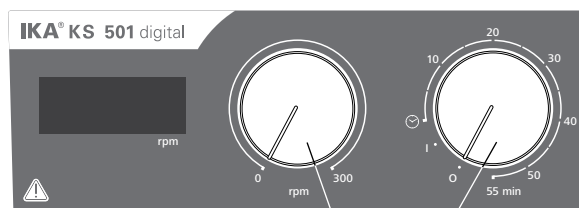

Fig. 3
- ☞ Zariadenie sa zapína otočením gombíka „**Zap/Vyp**“ a „**Časovač**“ (B, pozri Fig. 3) v smere hodinových ručičiek do polohy „1“.
- ☞ Zariadenie sa vypína otočením gombíka „**Zap/Vyp**“ a „**Časovač**“ (B) do polohy „0“.
- ☞ Regulačným gombíkom „**Otáčky**“ (C, pozri Fig. 3) nastavte otáčky motora. Rozsah nastavenia otáčok motora je 0 až 300 rpm.